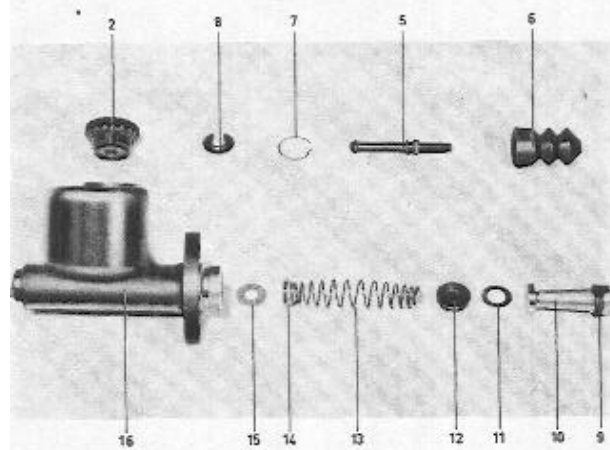
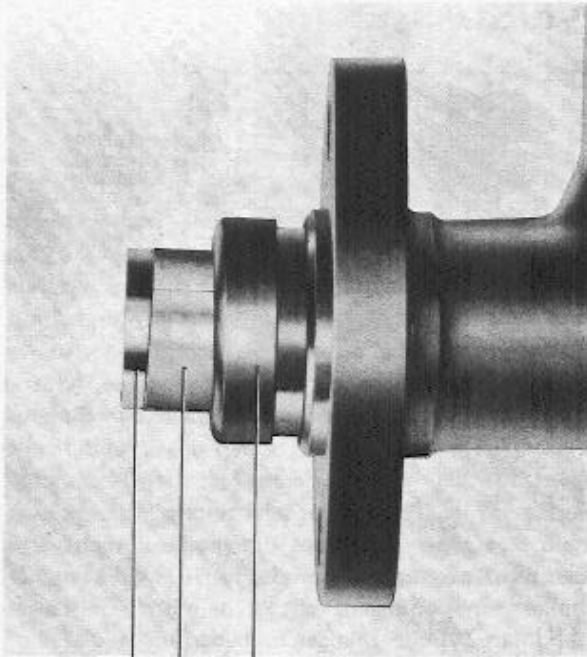

Abb. 48 Hauptzylinder, Einkreis-Bremsanlage
Abb. 49 Einbau des Kolbens
2. Gummikappe (6) nach hinten abziehen. Sicherungsring (7), Scheibe (8) und Druckstange (5) ausbauen. Inwendige Teile aus dem Zylinder herausschütteln, siehe Abb. 48.
1. Scheibe (15, Abb. 48) im Boden des Zylinders anbringen.
2. Dichtung (12) auf die Federführung drücken, in Bremsflüssigkeit tauchen und zusammen mit Feder und Ventil einbauen. Scheibe (11) in den Zylinder einsetzen.
3. Kolbendichtung (9) in abgebildeter Richtung auf den Kolben ziehen. Kolben in Bremsflüssigkeit tauchen und einbauen. Vorsicht, damit die Kolbendichtung (9) nicht beschädigt wird oder Falten wirft. Als Führung für die Dichtung kann zweckmäßig ein rohrförmig gebogenes Stück Blattmessing verwendet werden, siehe Abb. 49. Feder zusammendrücken, Druckstange (5), Scheibe (8) und Sicherungsring (7) einbauen.